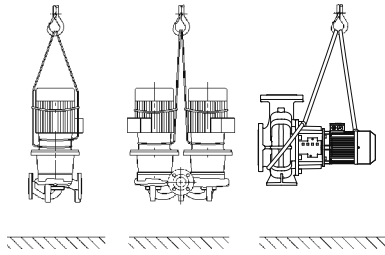

Fig. 6: Pumpun kuljetus
- Moottorissa olevat kuljetussilmukat on tarkoitettu vain kuorman kiinnityksen ohjaukseen (Fig. 6).